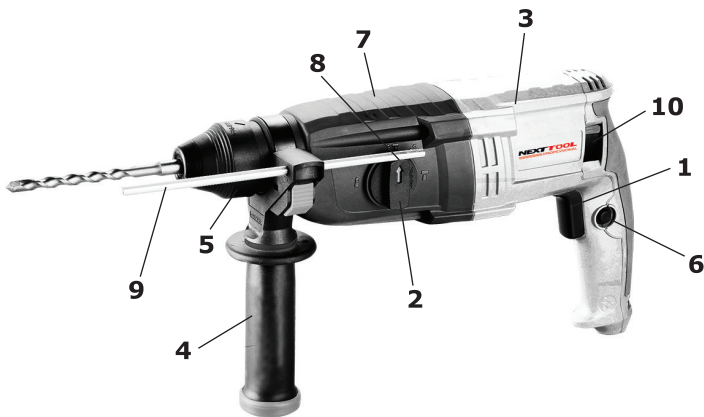

рис. 1
1.6 Общий вид перфоратора представлен на рис.1
1.7 Перфоратор состоит из горизонтально расположенного коллекторного двигателя в пластиковом корпусе (рис.1 поз.3), выполненном заодно с рукояткой. К корпусу двигателя крепится корпус редуктора, в котором расположен механизм, передающий вращательное и возвратно-поступательное движение на рабочий инструмент. Крутящий момент с якоря электродвигателя через шестерни, передаётся на ствол с патроном SDS – plus (рис.1 поз.5), расположенный соосно с двигателем. Тип ударного механизма перфоратора - электропневматический. Эксцентриковый подшипник преобразует вращательное движение якоря в возвратно-поступательное движение поршня. С поршня ударник передаёт энергию удара на ствол с патроном SDS – plus. На корпусе редуктора слева расположен переключатель режимов (рис.1 поз.2) с фиксатором (рис.1 поз.8) в трёх
В зависимости от вида выполняемой работы, в патрон SDS – plus вставляется необходимая насадка (пика, долото, сверло) с соответствующим хвостовиком, или переходник SDS-plus/сверлильный патрон для установки сверлильного патрона, если необходимо работать в режиме «сверление». Дополнительная рукоятка (рис.1 поз.4) хомутом крепится на корпусе редуктора (рис.1 поз.7). Фиксируется рукоятка, закручиванием по часовой стрелке, в любом положении (от 0° до 360°), что удобно пользователю, как «правше», так и «левше».
В отверстие левой части суппорта рукоятки вставляется, при необходимости, стержень-ограничитель глубины сверления (рис.1 поз.9).
1.8 Выключатель (рис.1 поз.1) расположен в передней части рукоятки. Включение/отключение инструмента осуществляется нажатием на выключатель. Силой, приложенной к выключателю, регулируется число оборотов и частота ударов перфоратора. Нажатием кнопки (рис.1 поз.6), выключатель фиксируется в рабочем положении с максимальным числом оборотов (максимальной частотой ударов). При повторном нажатии, выключатель и кнопка фиксации (со щелчком), возвращаются в исходное положение – выключено.
- включение перфоратора осуществляется нажатием на выключатель (рис.1 поз.1);
- фиксация выключателя в рабочем положении осуществляется нажатием на кнопку (рис.1 поз.6);
Нажав кнопку (рис.1 поз.8) в верхней части рукоятки (рис.1 поз.2), начните поворот к режиму с условным знаком, приведённым ниже. Отпустите кнопку фиксатора. При достижении выбранного положения, рукоятка зафиксируется, а кнопка фиксации (со щелчком) вернётся в исходное положение.
- при работе в режиме сверление без удара, переключатель (рис.1 поз.2) установить в положении «сверло». При этом режиме перфоратор может работать с патроном SDS – plus, но, как правило, устанавливается ключевой патрон;
- при работе в режиме сверление с ударом, переключатель (рис.1 поз.2) в положении «сверло с молотком»;
- при работе в режиме долбление, переключатель (рис.1 поз.2) в положении «молоток».